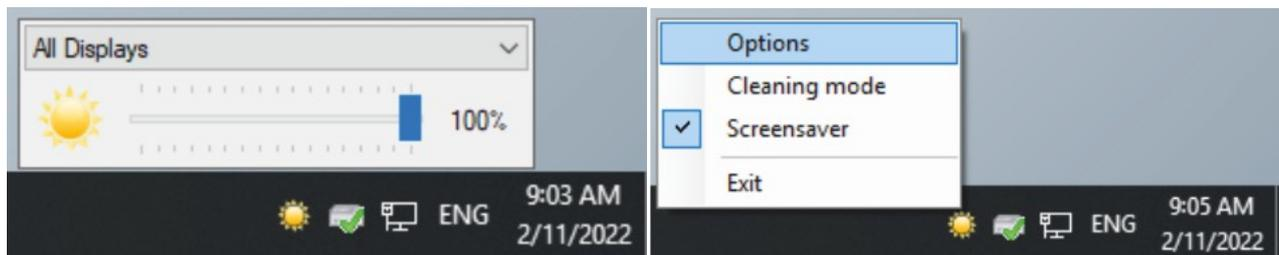

Abb. 1: Möglichkeiten Sonnensymbol
Im Auslieferungszustand startet das Display Control Tool nicht automatisch beim Start des PCs. Sie müssen das Icon auf Ihrem Desktop zunächst anklicken. Das Tool startet und es erscheint eine kleine Sonne unten rechts in Ihrer Taskleiste. Wenn Sie mit einem Linksklick auf die Sonne klicken, können Sie die Helligkeit manuell einstellen. Mit einem Rechtsklick werden Ihnen die verschiedenen Funktionen angezeigt, die Sie durch Anklicken aktivieren können, sowie der Bereich „Options“ (siehe Abb. 1).
- Manuell: Per Linksklick auf die Sonne in der Taskleiste (siehe Abb. 1). Sie können zusätzlich auswählen, welche Displays gedimmt werden sollen.